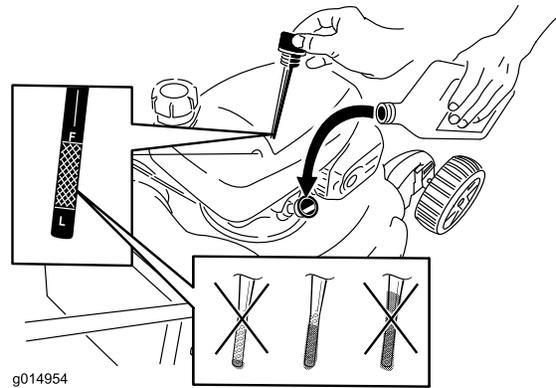

Bild 15
1. Nehmen Sie den Peilstab heraus und wischen Sie ihn ab. Stecken Sie ihn dann ganz ein (Bild 15).
2. Nehmen Sie den Peilstab heraus und prüfen Sie den Ölstand (Bild 15). Wenn der Ölstand unter der **Nachfüll**-Marke ist, gießen Sie langsam Öl in den Einfüllstutzen, um den Ölstand auf die **Voll**-Marke am Peilstab anzuheben. **Füllen Sie nicht zu viel ein.** (Max. Füllstand: 0,59 l, Typ: Waschaktives SAE 30-Öl mit der Klassifizierung SF, SG, SH, SJ, SL oder höher durch das American Petroleum Institute (API).)